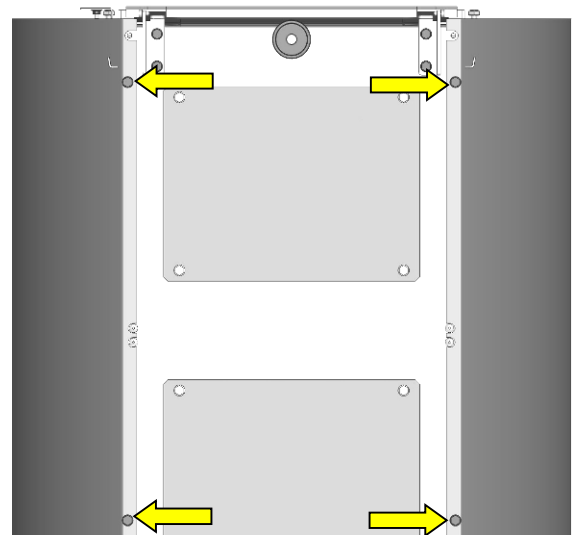
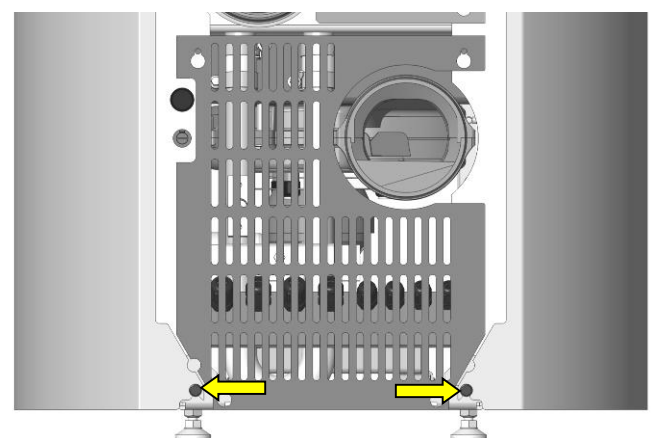

Abb. 15: Herausdrehen Schrauben Rückseite
Abb. 16: Lösen Schrauben Rückseite unten
3. Auf der Rückseite sechs Schrauben lösen (siehe Abb. 15 und Abb. 16).